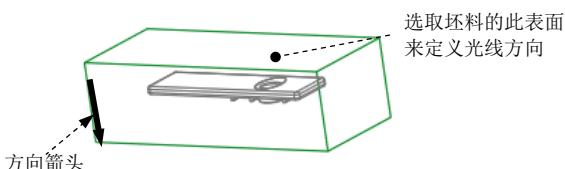

图 1.5 定义投影的方向
(1) 在“阴影曲面”对话框中双击**Direction (方向)**元素，系统弹出“一般选择方向”菜单。
(2) 在**GEN SEL DIR (一般选择方向)**菜单中选择**Plane (平面)**命令。
(3) 在系统选择将垂直于此方向的平面的提示下，选取图1.5所示的坯料表面；将投影的方向切换至图1.5中箭头所示的方向，然后选择Okay (确定)命令。